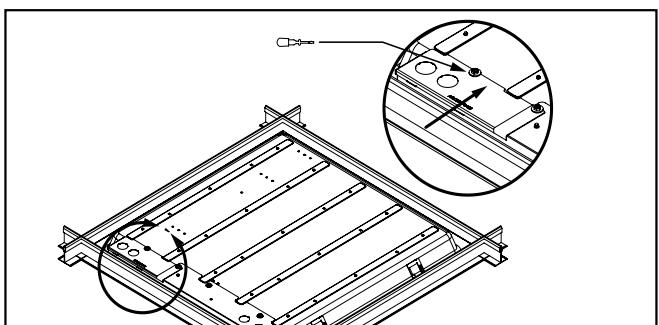

Figure 6.
- Rentrez tous les fils et les serre-fils dans la boîte de jonction du luminaire, replacez la plaque d'accès électrique et vissez solidement en place (Fig. 6).